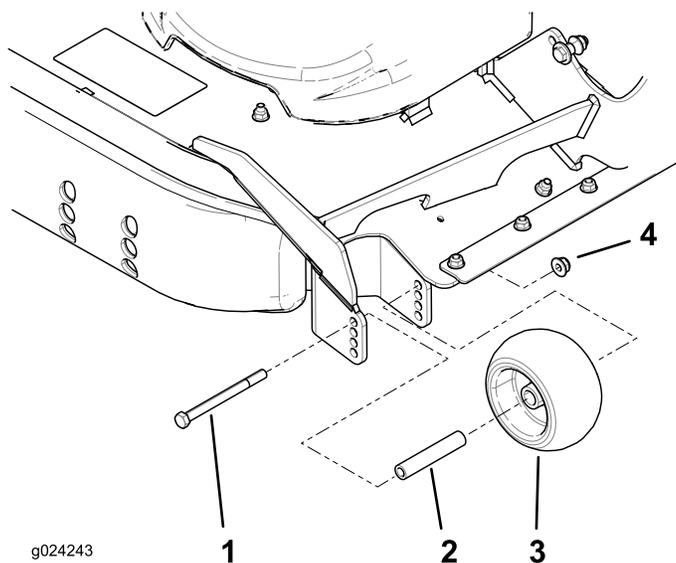

Figura 34
3. Ajuste los rodillos protectores del césped, tal y como se muestra en la Figura 33 y la Figura 34.